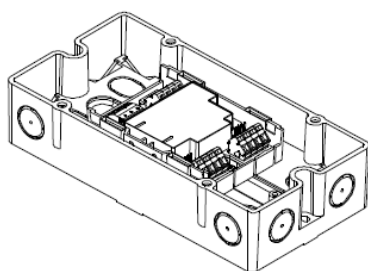

Fig. 10
- Instalação fora de um gabinete de comutação ou de uma unidade de controle: Use invólucro FDCH221 (Fig. 10).
3. Monte o invólucro sobre uma superfície uniforme com dois parafusos (Fig. 10). Distância entre furos:  $182,0 \pm 1,0$  mm.